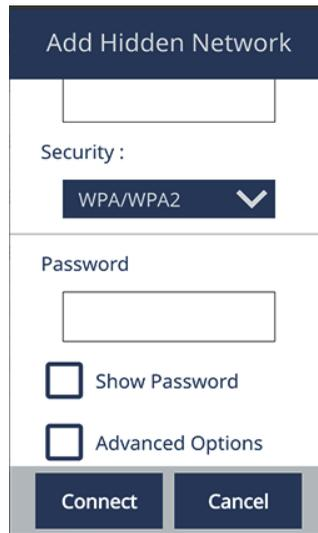

图 4-25 添加隐藏网络对话框
2. 在**Add Hidden Network**（添加隐藏网络）对话框中输入**Network Name**（网络名称）和**Password**（密码）（参见第135页的图 4-25）。